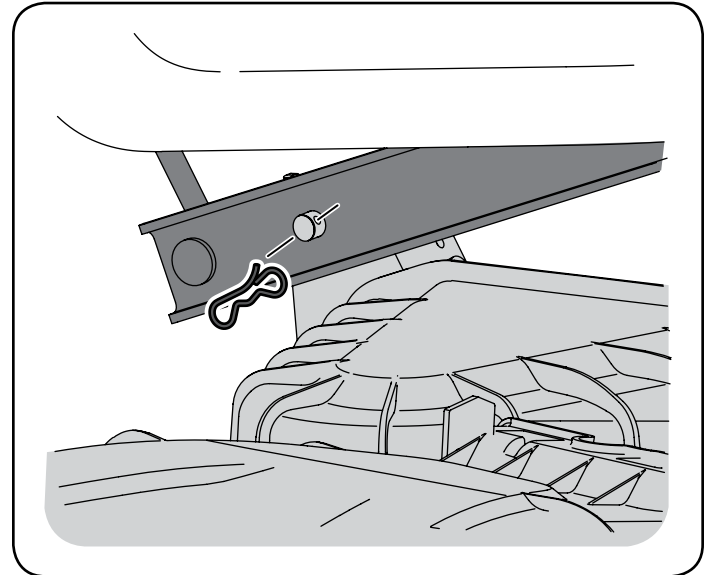

Figura 30
4. Mirando hacia la plataforma de corte desde el lado izquierdo del tractor, ubique el pasador de chaveta en el lado posterior izquierdo de la plataforma. Vea la Figura 30.
5. Retire el pasador y saque el pasador de la plataforma del brazo de elevación de la misma. Vea la Figura 30.